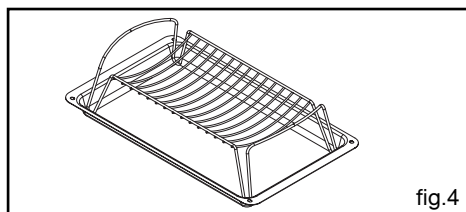

fig.4
• **Casserolier réservée à la cuisson "basse température" fig.4**
- Retirez les barrettes de jonction situées sur la trappe en otant le clip noir (**fig.4**).